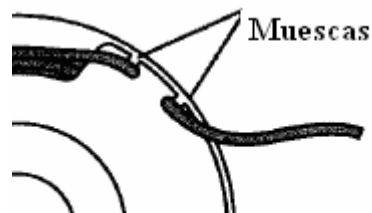

Fig. 24
6. Trabe los extremos de las líneas en las muescas del carrete. (Fig.24)